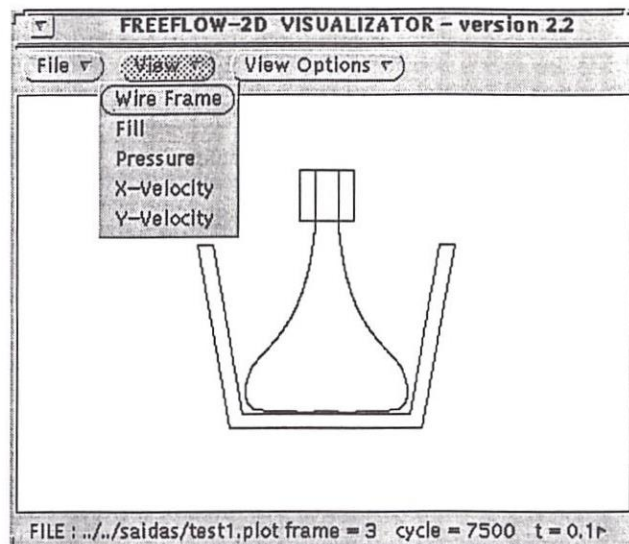

Figura 3.6: Opções do *View*
- *View*: o botão *View* tem cinco opções, como mostra a figura 3.6.